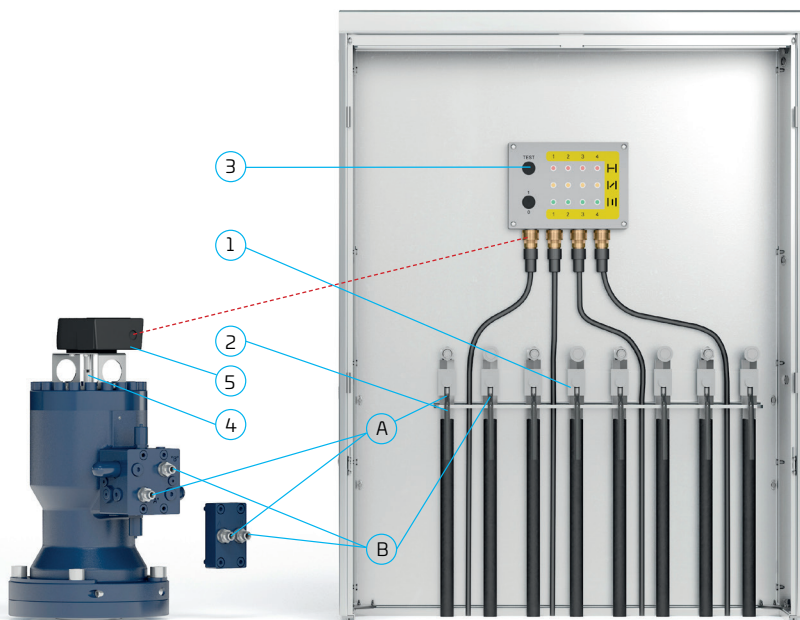

Рис. 5. Шкаф управления HCU Basic
Номера деталей, указанные в этой главе, относятся к рис. 5.
2. Подсоедините гидравлический шланг, идущий от порта «А» привода, к порту «А» блока регулирующих клапанов шкафа, выполните действия в обратном порядке для порта «В». См. рис. 5.
6. Для выпуска воздуха из системы, переведите ручные рычаги первого затвора/крана (2) А и В в блоке регулирующих клапанов в открытое положение. Порт, соединенный с напорной стороной шланга переносного насосного агрегата, находится под давлением. Дайте воздуху выйти через ослабленное гидравлическое соединение на приводе. Повторите вышеописанную процедуру для шланга, подсоединенного к порту В, подсоединив шланги к другим портам или повернув рычаг переносного насосного агрегата с целью изменения направления подачи в зависимости от типа переносного насоса.
10. Подсоедините кабели датчика положения (5) к индикаторной панели (3).
12. Проверьте работоспособность светодиодов с помощью кнопки «TEST» (ПРОВЕРКА) (3).